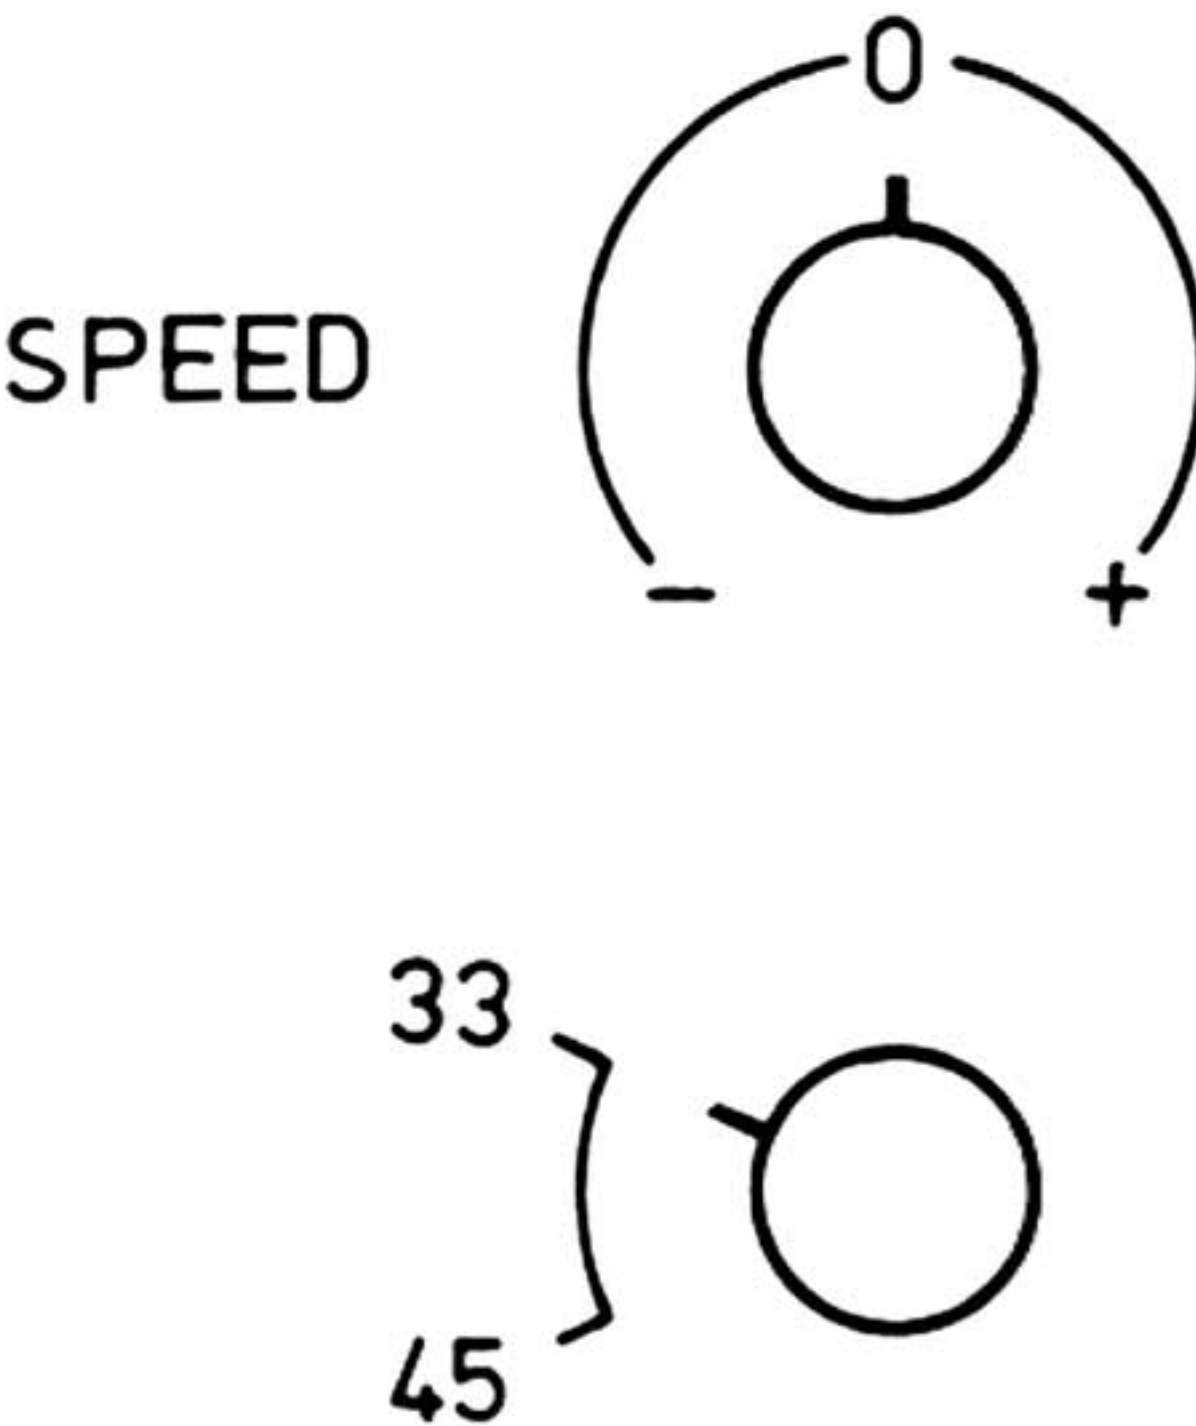

Fig. 1
- 5. Remplacer le potentiomètre P 1 de réglage fin dans la position 50 Hz (figure 1).